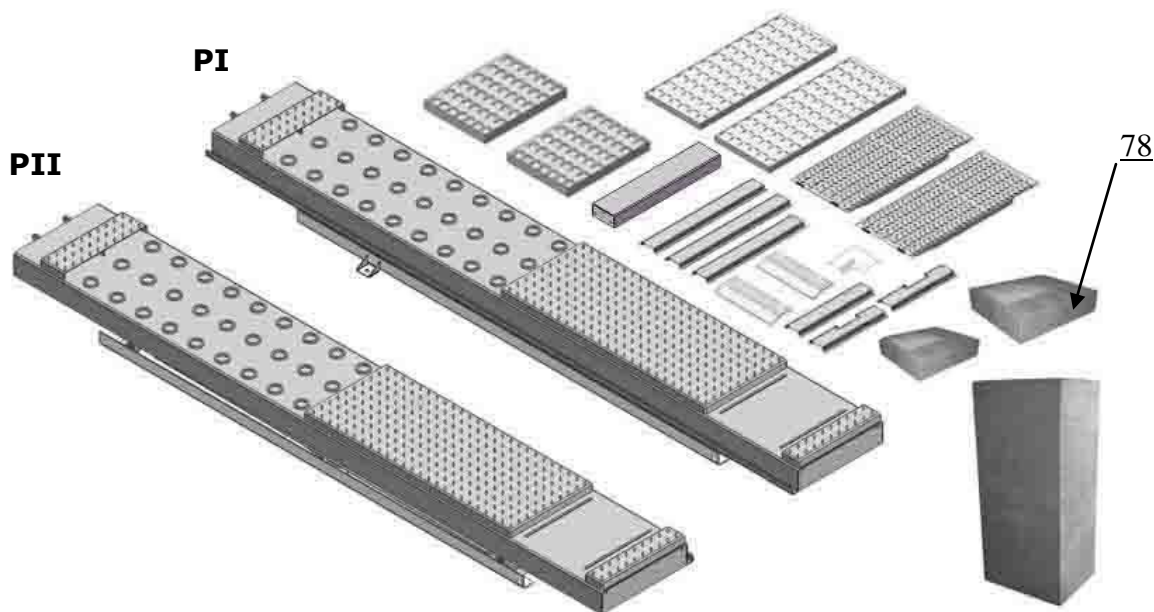

**Рис. 10**
1. Упакованный подъемник и гидростанция (**См. рис. 10**).